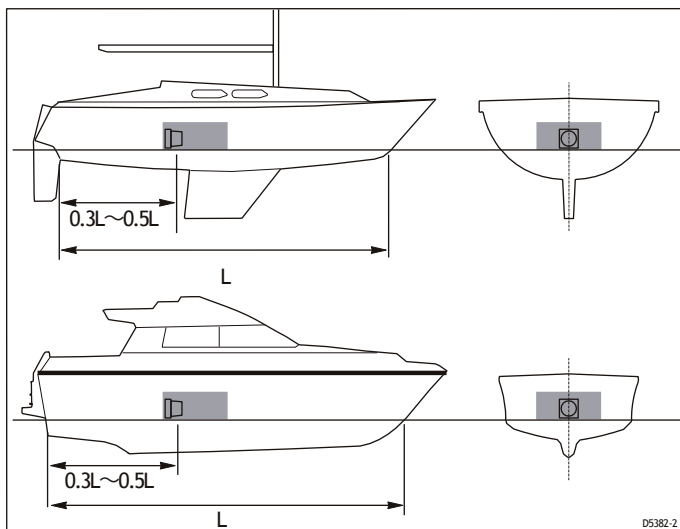

図2-2: コンパス - 非鉄製船体の推奨位置 FLUXGATEコンパスを装着してください。
- コンパスの乱れを最小限にするために、できるだけボートのピッチとロールの中心に近いところで行う（図2-2の斜線部分に示すように）。